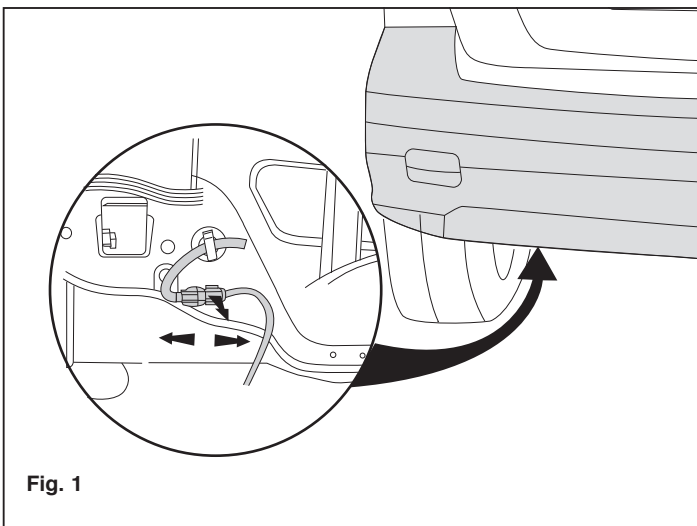

Fig. 1
2. Demonteer de bumper inclusief het bumperbinnenwerk van het voertuig. Denk om de bedrading. Zie fig. 1.
2. Remove the bumper and the bumper inner fittings from the vehicle. Mind the wiring. See fig.1.
2. Déposer le pare-chocs du véhicule y compris la garniture du pare-chocs. Pensez pour le câblage. Voir la fig. 1.
2. Die Stoßstange einschließlich der Stoßstangeninnenverkleidung vom Fahrzeug abmontieren. Beachten Sie die Verkabellung. Siehe abb. 1.
2. Demontera stötfångaren inklusive stötfångarens innanmäte från fordonet. Obs kablar. Se fig. 1.